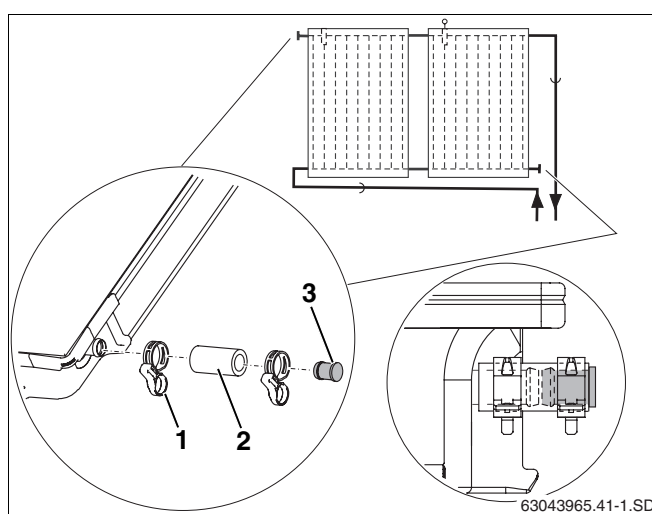

Fig. 40 Montage du bouchon plein et de la bride du compensateur
- Insérez les tubes solaires de 55 mm (fig. 40, **pos. 2**) avec le bouchon plein prémonté, sur les deux raccords libres du champ de capteurs.